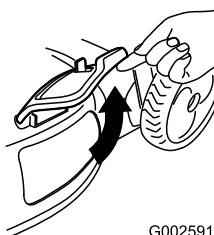

Figure 41
2. Lift open the side discharge door (Figure 41).